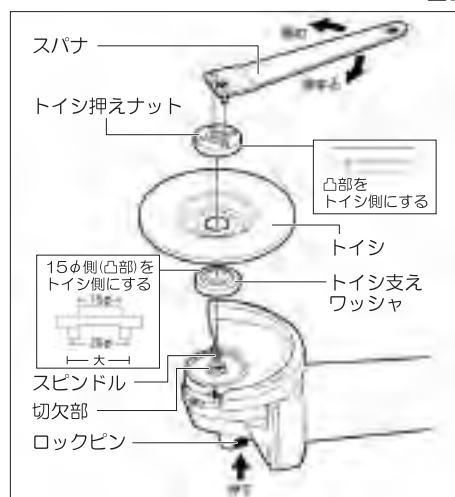

図3
■付属品トイシの取付け (図3参照)
- ④スピンドル凸(切欠)部に、トイシ支えワッシャの凸(切欠)部が噛合っていることを、確認してください。
- ④取外しは取付けの逆の手順で行ってください。